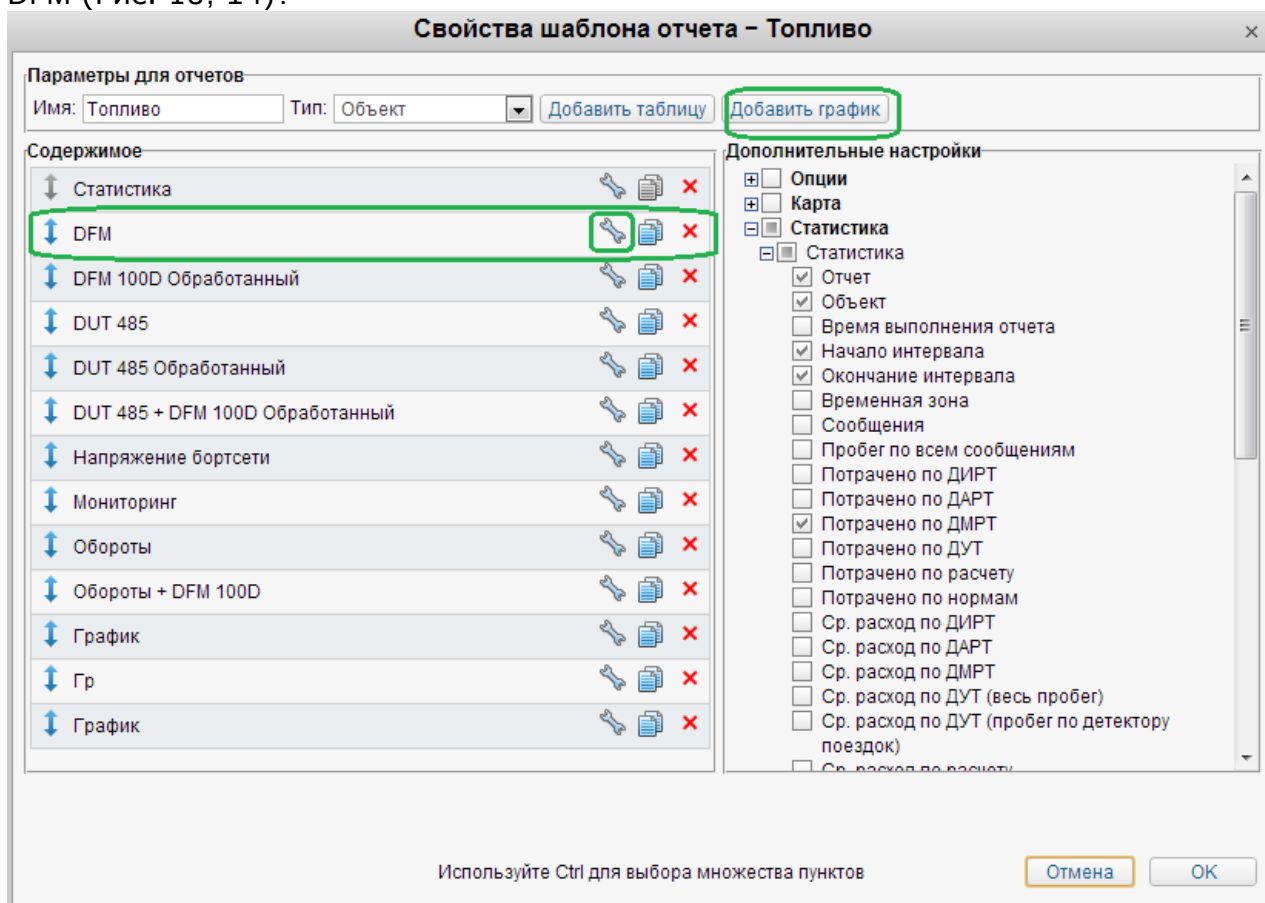

Рисунок 13
3.2.8. Перейти на вкладку – Добавить график и настроить график для DFM (Рис. 13, 14):